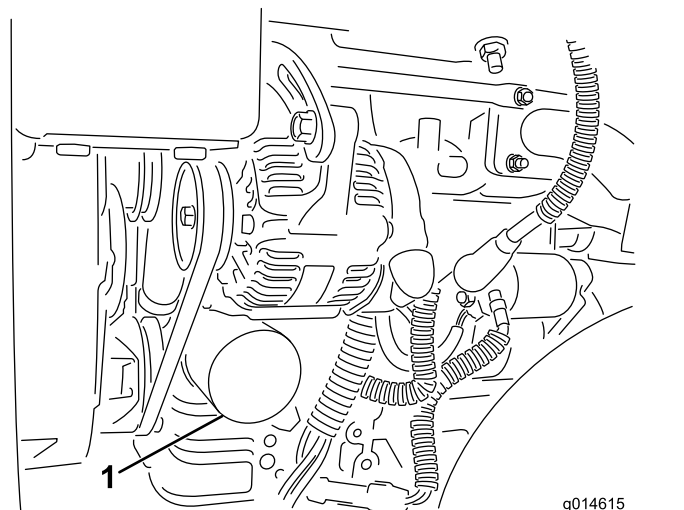

図 32
2. オイルフィルタ(図 32)を外す。新しいフィルタのガスケットに薄くエンジンオイルを塗る。